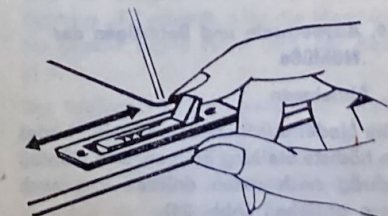

Abb. 22
17. Versenken des Transporteurs (Abb. 22)